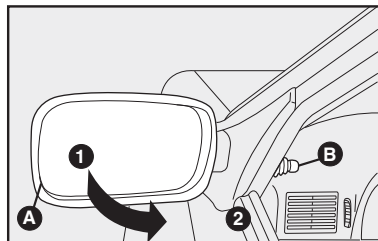
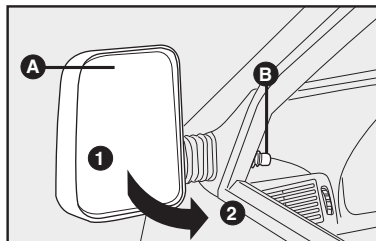

fig. 9
fig. 10
- Uno fig. 9 / Fiorino fig. 10
Si la saliente del espejo crea dificultades, como en un pasaje estrecho, cambie de la posición 1-fig. 9 o fig. 10 (versión Fiorino) a la posición 2.